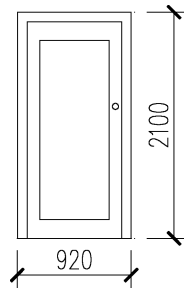

图 3-81 门立面示意图
2) 利用本章所学的矩形、圆等工具，绘制如图 3-81 所示的门立面示意图并保存至指定位置。